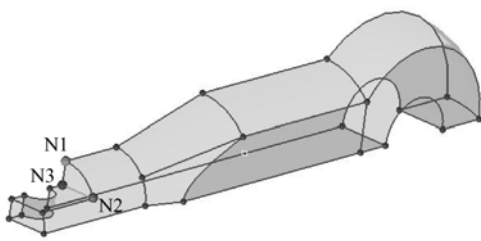

图 5-51 选择整个实体
(1) 进入 solid edit 面板，选择 trim with plane>surf 子面板。
(2) 激活 with plane 下的 solids 黄色按钮，选择图形区中整个实体，如图 5-51 所示。
(3) 激活下面的 N1 绿色按钮，并如图 5-51 所示依次选择 N1、N2 和 N3 这 3 个点。